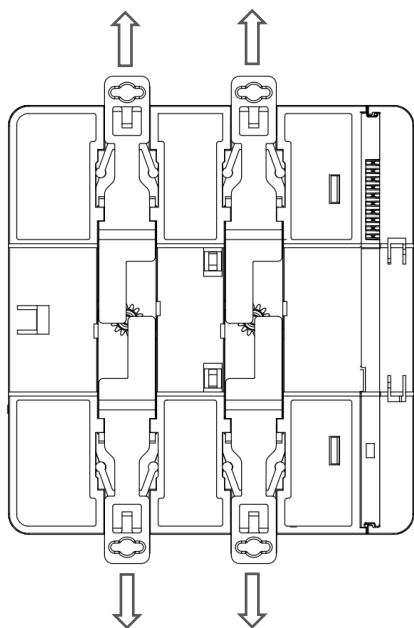

图 3-4 导轨卡扣向外侧拉伸
- (1) 将 DIN35 导轨固定在控制柜内的安装面上；
- (2) 将控制器底部两侧的导轨卡扣向外侧拉出，如图 3-4；